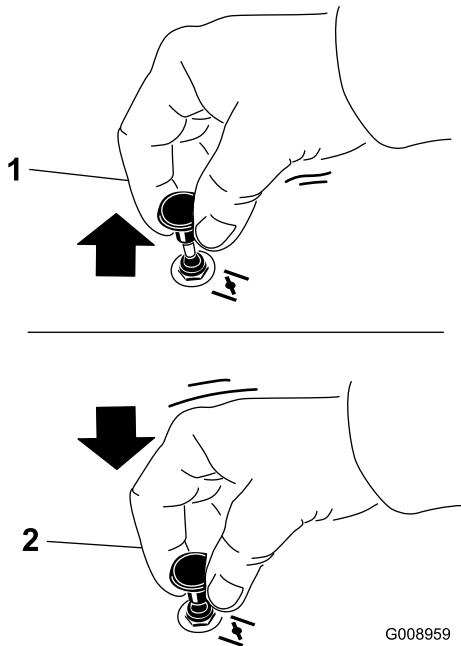

Figura 21
1. Tire hacia arriba del mando para engranar el estérter antes de usar el interruptor de encendido (Figura 21).
2. Presione hacia abajo el control del estérter para desactivar el estérter después de que el motor arranque (Figura 21).